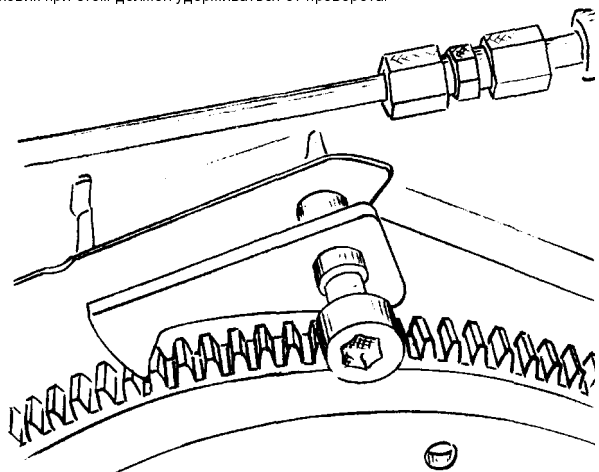

Рис. 1.71. Блокировка маховика.
35. Прежде чем установить маховик, смонтируйте заднюю плиту, если она предусмотрена конструкцией (см. рис. 1.71). Установите маховик и затяните болты крепления маховика предписанным моментом затяжки. Маховик при этом должен удерживаться от проворота.